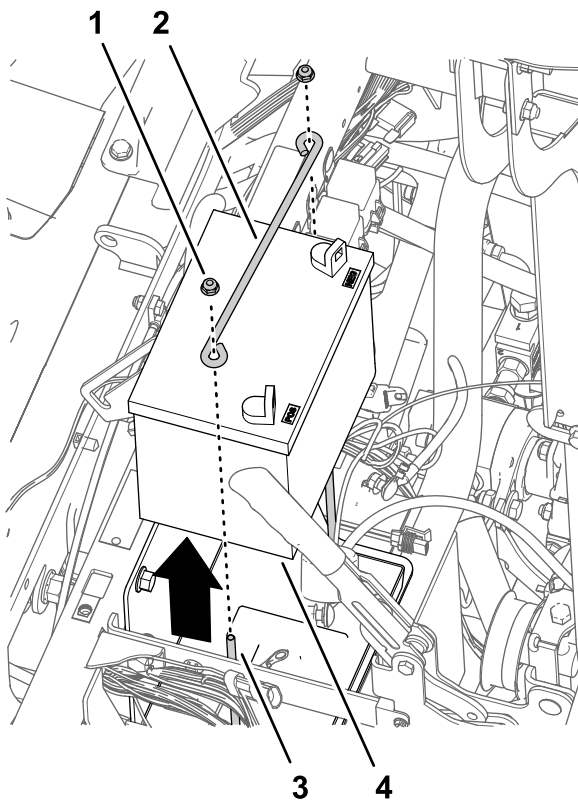

図 171
- ステップ 2 ハンドルを取り外す (ページ 71) で外したカバーを、ハンドルに取り付ける 図 171。
1. バッテリーを車体のバッテリーブラケットに固定しているJボルトから、フランジロックナットと押さえ棒を取り外す 図 171。
2. 機体からバッテリーを外す 図 171。